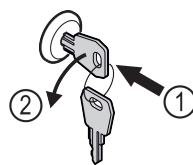

Fig. 160
- ▶ Shtyni çelësin brenda. Fig. 160 (1)
- ▶ Rrotulloni çelësin me 90° në drejtimin kundërorar. Fig. 160 (2)